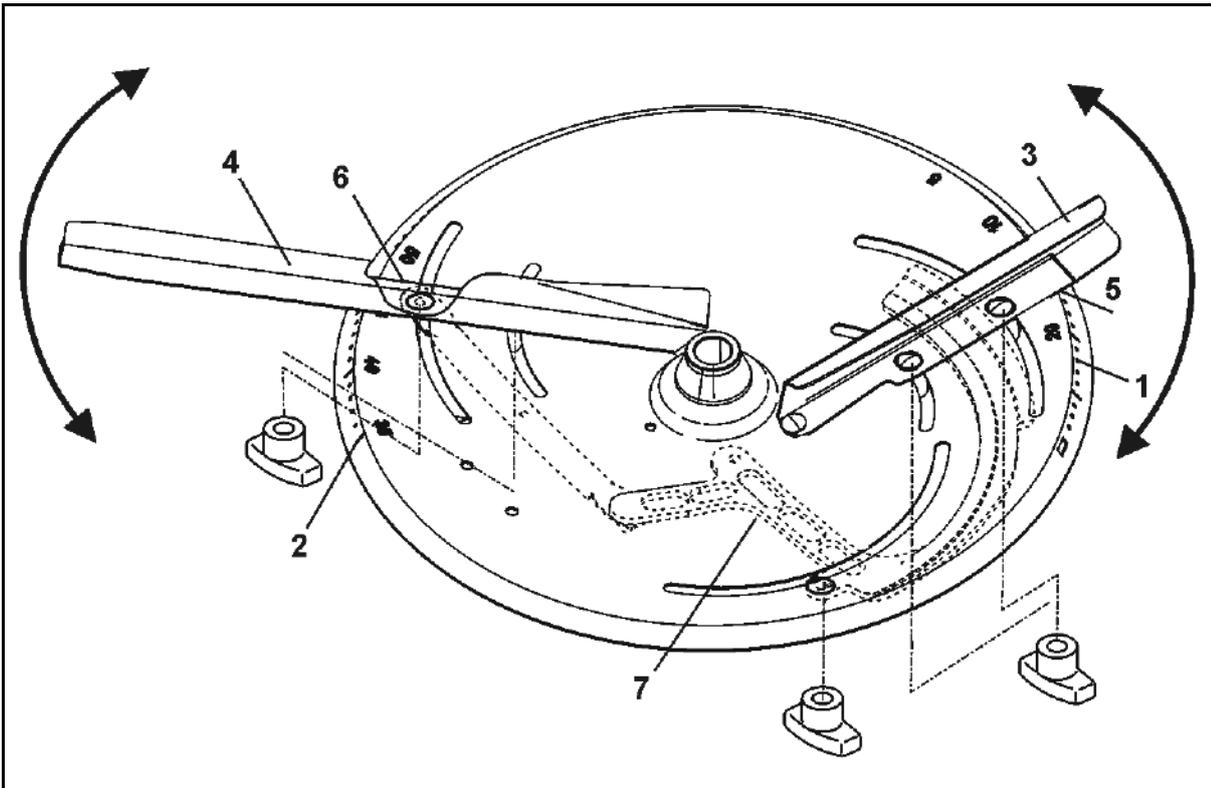

Fig. 60
Zur exakten, werkzeuglosen Einstellung der einzelnen Streuschaufelstellungen sind auf jeder Streuscheibe zwei unterschiedliche, unverwechselbare Skalen (Fig. 60/1 und Fig. 60/2) angeordnet.
- Der kürzeren Streuschaufel (Fig. 60/3) ist die Skala (Fig. 60/1) mit den Werten von 5 bis 28 und der längeren Streuschaufel (Fig. 60/4) die Skala (Fig. 60/2) mit den Werten von 35 bis 55 zugeordnet.
- Für die kurze Streuschaufel (Fig. 60/3) den Einstellwert an der Ablesekante (Fig. 60/5) ablesen.
- Für die lange Streuschaufel (Fig. 60/4) den Einstellwert an der Ablesekante (Fig. 60/6) ablesen.
- Das Verschwenken der Streuschaufeln auf einen höheren Zahlenwert der Skala (Fig. 60/1 bzw. Fig. 60/2) bewirkt eine Vergrößerung der Arbeitsbreite.